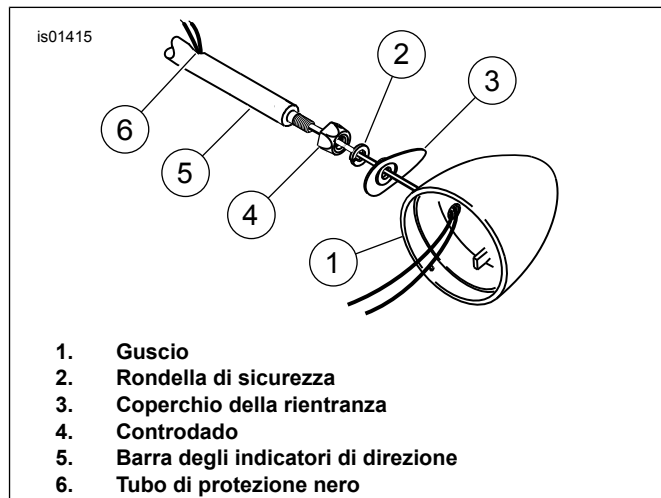

Figura 3. Installazione dell'indicatore di direzione
4. Vedere la Figura 3. Installare i controdadi cromati (4) sulle due estremità della barra degli indicatori di direzione. Fare passare i fili degli indicatori di direzione:
- a. attraverso il foro filettato nel guscio dell'indicatore di direzione (1),
- b. attraverso la piastra del coperchio della rientranza (3),
- c. attraverso la nuova rondella di sicurezza da 5/16 (2),
- d. inserire i fili nell'estremità della barra degli indicatori di direzione (5),
6. Avvitare il guscio dell'indicatore di direzione (1) sull'estremità filettata del prigioniero, prestando attenzione a non torcere i fili. Lasciare il guscio dell'indicatore di direzione sulla barra avvitato, ma non serrato. Installare la lampadina e la lente.